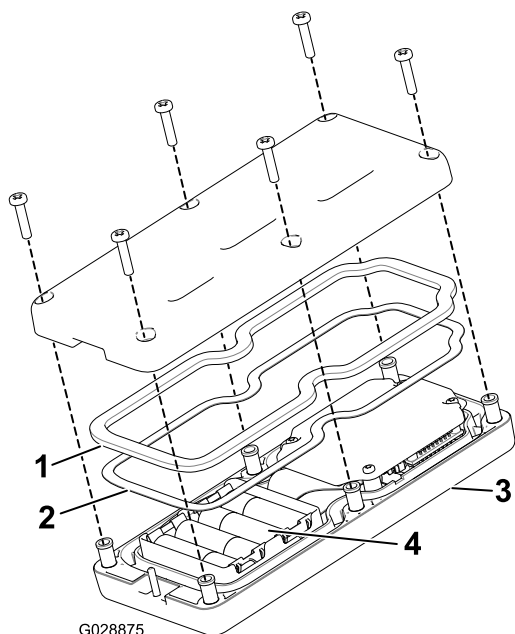

図 18
2. 電池を入れる 電池の向きに注意すること。電池を正しく入れないと、機械が損傷することはないが、操作ができない。電池を入れる箇所にはプラス・マイナスの表示がある図 18。
3. スチール製のガスケットとゴム製のシールをリモートの溝にきちんとはめ、バックカバーを取り付ける (図 18)。
4. ねじ6本を使ってカバーを固定し 図 18、各ねじを $1.5 - 1.7 \text{ N} \cdot \text{m}$ $0.15 - 0.17 \text{ kg} \cdot \text{m} = 13 - 15 \text{ in} \cdot \text{lb}$ にトルク締めする。